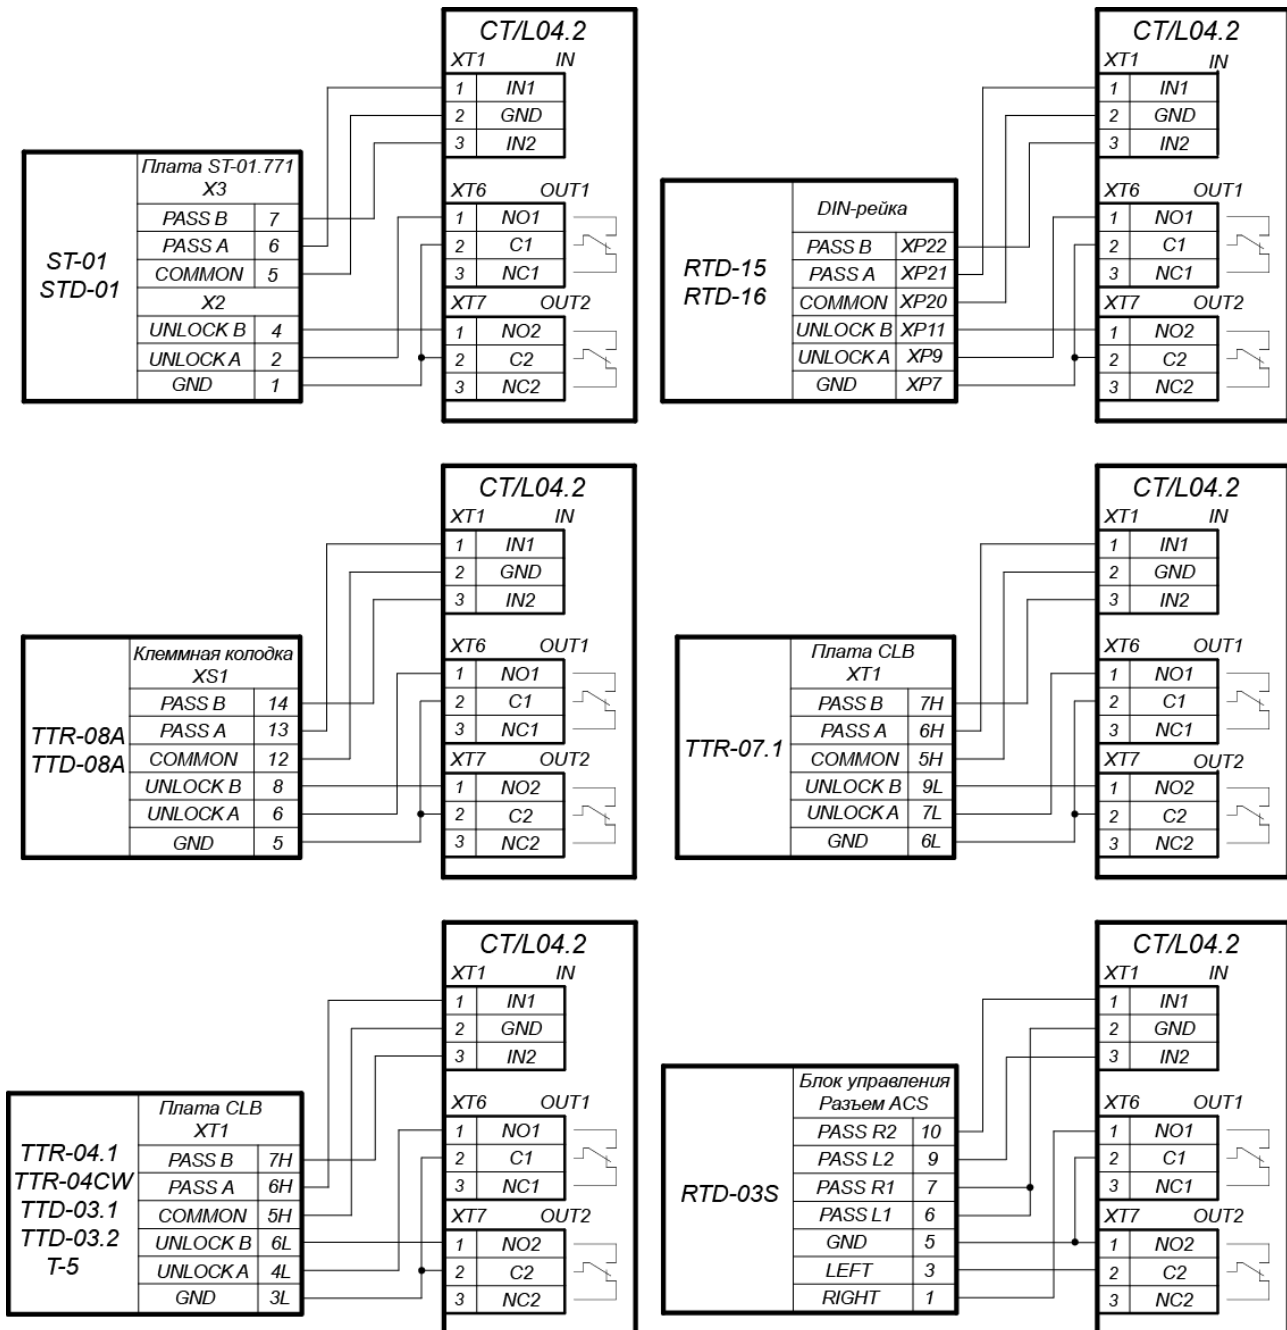

Рисунок 6. Схемы подключений турникетов в варианте конфигурации «Управление турникетом»
2. Турникет (блок управления турникетом) подключается к клеммным колодкам **XT1**, **XT6**, **XT7** нижней платы контроллера в соответствии со схемой для данного типа турникета (см. рис. 6).